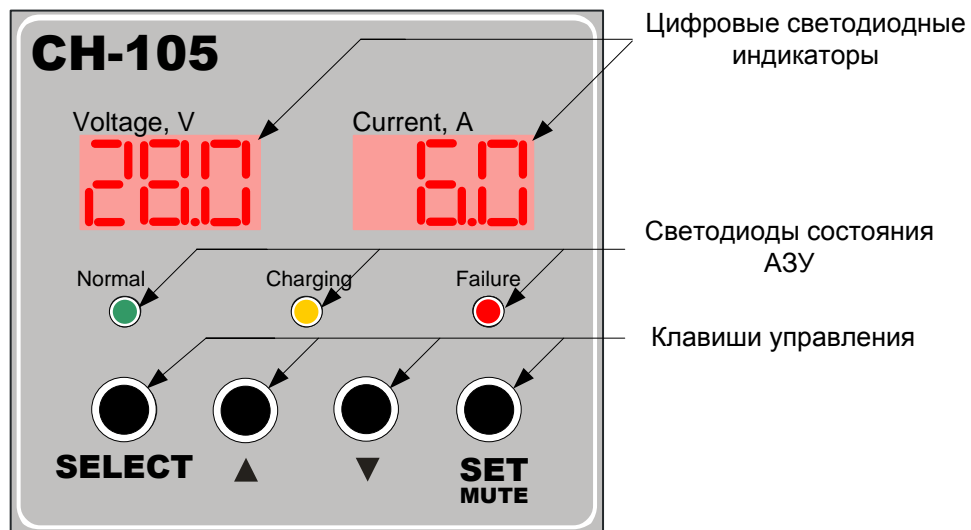

Рисунок 12 - Расположение органов управления и индикации АЗУ СН-105-24.
В конструкции АЗУ предусмотрены следующие органы управления и индикации: клавиши управления, три светодиода индицирующих состояние и режим работы АЗУ, два цифровых светодиодных индикатора (смотрите Рисунок 12).
3. Светодиоды Failure, Normal, Charging – предназначены для индикации текущего режима работы АЗУ. (Смотрите Таблица 8 Рисунок 12).